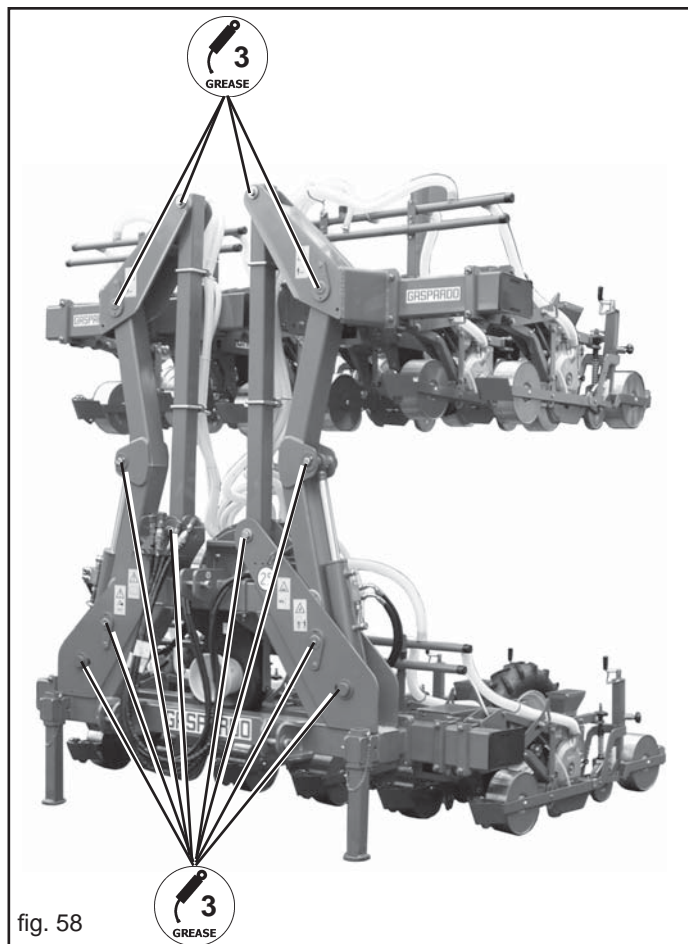

fig. 58
- Ingrassare tutte le articolazioni del telaio (3, Fig. 58).